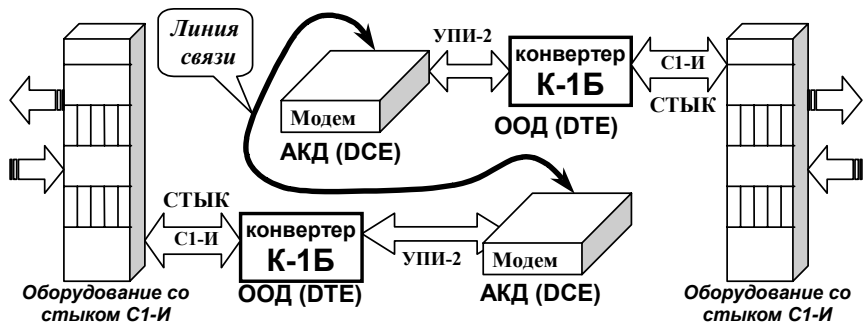

Рис. 2 Организация канала передачи данных для АКД (DCE)
На Рис. 2 приведен пример организации канала передачи данных с помощью конвертера и АКД (DCE) устройства. Подключение конвертера к АКД (DCE) обеспечивает интерфейс УПИ-2. Работа конвертера с АКД (DCE) устройством осуществляется только в режиме синхронного обмена. В качестве АКД (DCE) устройств, подключенных к конвертеру, на Рис. 2 изображены синхронные модемы, но могут быть и иные устройства, например, мультиплексоры и т.п.
- поскольку обмен данными через интерфейс УПИ-2 осуществляется фреймами, то на другом конце канала связи необходим такой же конвертер К-1Б, см.Рис. 2 на стр.6;